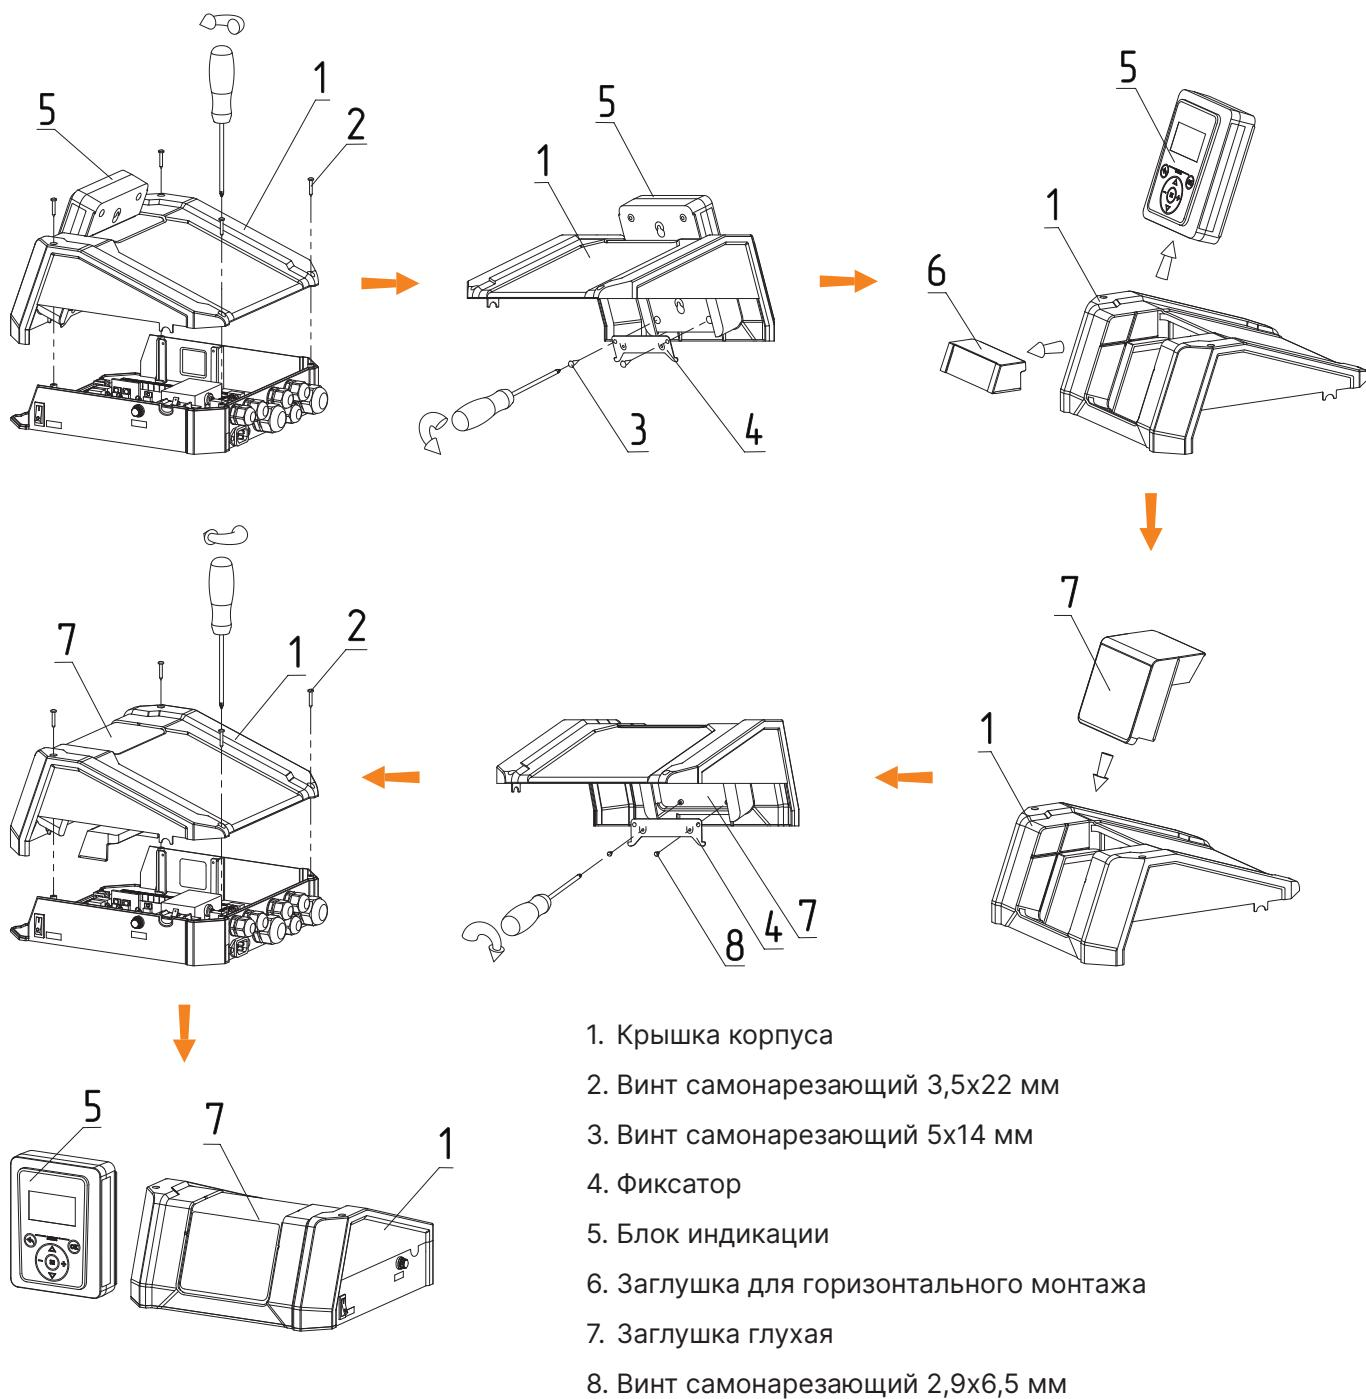

Рис.11 Схема монтажа с выносом контроллера
1. Открутите винты (**Рис.11, поз.2**);
2. Поднимите крышку корпуса (**Рис.11, поз.1**);
3. Открутите винты (**Рис.11, поз.3**) с обратной стороны крышки корпуса;
4. Уберите фиксатор (**Рис.11, поз.4**);
5. Уберите контроллер (**Рис.11, поз.5**);
6. Вытяните заглушку (**Рис.11, поз.6**);
7. Вставьте глухую заглушку (**Рис.11, поз.7**);
8. Закрепите фиксатор (**Рис.11, поз.4**) винтами (**Рис.11, поз.8**);
9. Закрепите крышку корпуса (**Рис.11, поз.1**) винтами (**Рис.11, поз.2**).